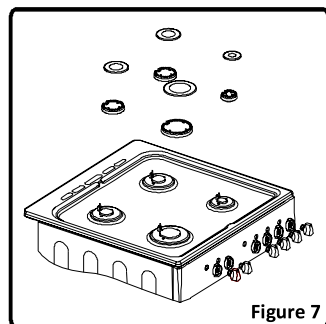

Figure 7
- Retirez le couvercle et l'adaptateur (Figure 7).